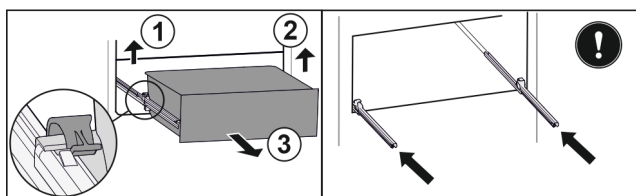

Fig. 35
- ▶ Zvedněte levou svorku a současně vytáhněte zásuvku vlevo dopředu Fig. 35 (1).
- ▶ Zvedněte pravou svorku a současně vytáhněte zásuvku vpravo dopředu Fig. 35 (2).
- ▶ Zásuvku odeberte směrem dopředu Fig. 35 (3).